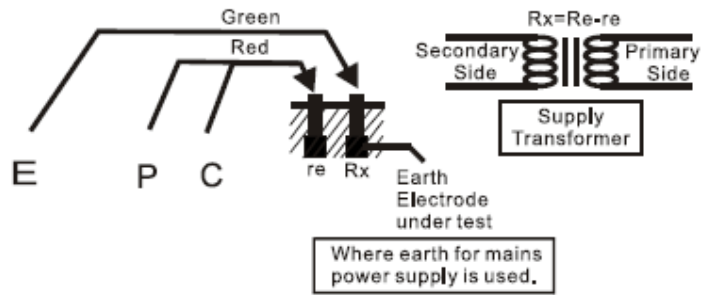

Fig.2
- (1) Deze methode is aan te bevelen voor het meten van aardingsweerstand van meer dan 10Ω of wanneer het onmogelijk is om aardingspinnen te gebruiken. Men kan een benaderende waarde van de aardingsweerstand bekomen via de tweedraadmethode (zie Fig. 2).
- (2) Plaats de draaischakelaar op "EARTH VOLTAGE" en druk op de testknop. Controleer of de aardspanning minder bedraagt dan 10V.
- (3) Zet eerst de functieschakelaar op "200Ω", druk op de testknop en lees de aardingsweerstandwaarde af. Als de uitlezing "1"(MSD) is, schakel dan over naar het "2000Ω" bereik en noteer de waarde.
- (4) De verkregen waarde (Rx) is een benaderende aardingsweerstandwaarde. Een externe kortsluiting is niet nodig gezien de P en C klemmen kortgesloten worden door gebruik te maken van de specifieke meetsnoeren voor vereenvoudigde meting.